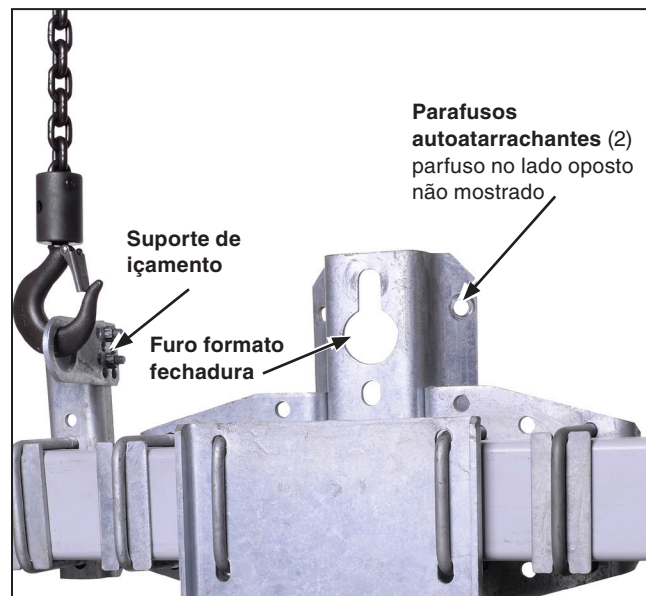

Figura 7. içamento da Chave Omni-Rupter na configuração de montagem invertida.
As chaves na configuração de montagem invertida são fornecidas com um suporte de içamento em ponto único montado de forma permanente na base da chave. Ver Figura 7. Para instalar a chave no poste:
- Ice a chave como mostrado na Figura 7 até o ponto de início do esticamento das correias.